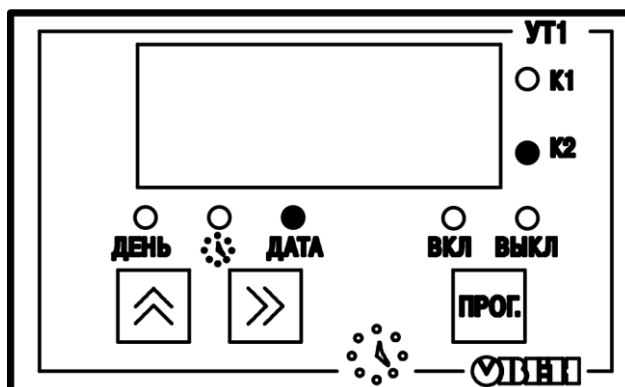

Рис.2. Лицевая панель прибора УТ1.
1.4.1 Внешний вид лицевой панели таймера УТ-1 показан на рис.2.